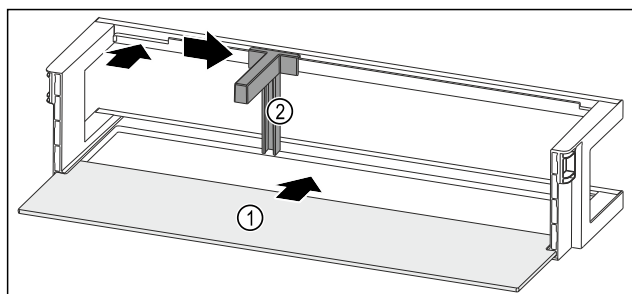

Fig. 136 Dveřní přihrádka s odkládací plochou
- ▶ Odkládací plochu Fig. 136 (1) zasuňte do bočních vybrání.
- ▶ Držák lahví Fig. 136 (2) vložte do vybrání.
- ▶ Držák lahví Fig. 136 (2) posuňte na stranu do požadované polohy.